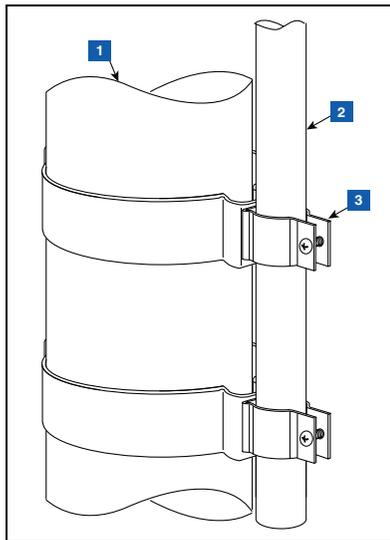

Figura 29. Fijación del conducto de 12,7 mm a las abrazaderas de 12,7 mm del tubo ascendente
2. Fije el conducto de 12,7 mm (1/2") a las abrazaderas metálicas de 12,7 mm (1/2") como se muestra en la Figura 29 y apriételo. Los pernos de las abrazaderas están integrados en ellas y no necesitan tuercas de retención.
LEYENDA PARA LOS CUADROS NUMERADOS DE LA FIGURA 29